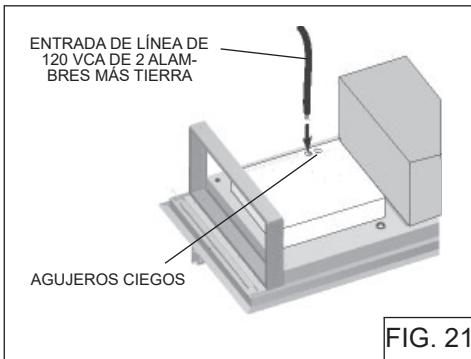

FIG. 21
2. Pase el cable eléctrico de 2 alambres y tierra de 120 VCA por el agujero ciego de $\frac{3}{4}$ pulg. (19 mm) que se encuentra en la parte posterior de la campana. Fig. 21.